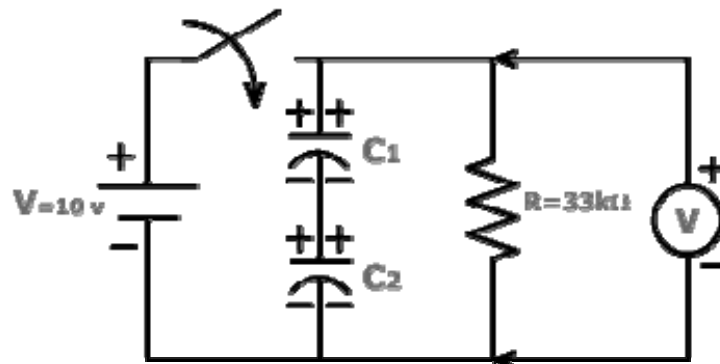

Figura 7.3
- a. Conecte los dos condensadores en serie y alimente éste nuevo circuito con una fuente de corriente directa DC como se ilustra en la figura 7.3, hasta que el voltímetro indique que se ha alcanzado un valor máximo de 10volt . Mida y registre el voltaje en cada uno de los condensadores .